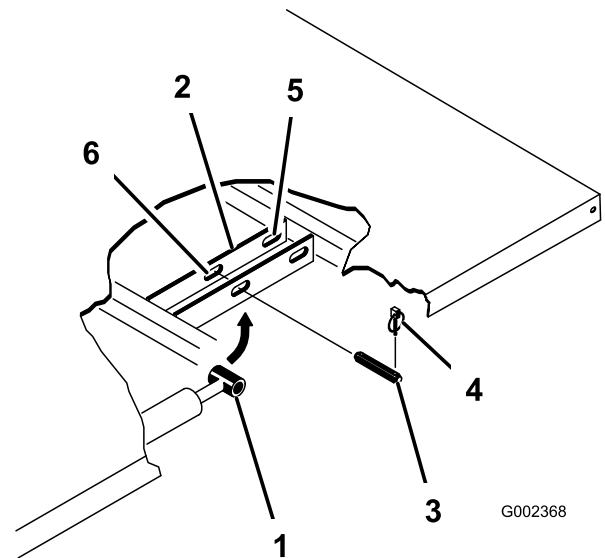

Bild 42
4. Nehmen Sie die Klappstecker von den äußeren Enden der Lastösenbolzen der Zylinderstange (Bild 42) ab.
5. Nehmen Sie die Lastösenbolzen ab, mit denen die Zylinderstangenenden an den Pritschenbefestigungsplatten befestigt sind. Drücken Sie die Bolzen hierfür nach innen (Bild 42).
6. Nehmen Sie die Klappstecker und die Lastösenbolzen ab, mit denen die Schwenkhalterungen an den Rahmenkanälen befestigt sind (Bild 42).